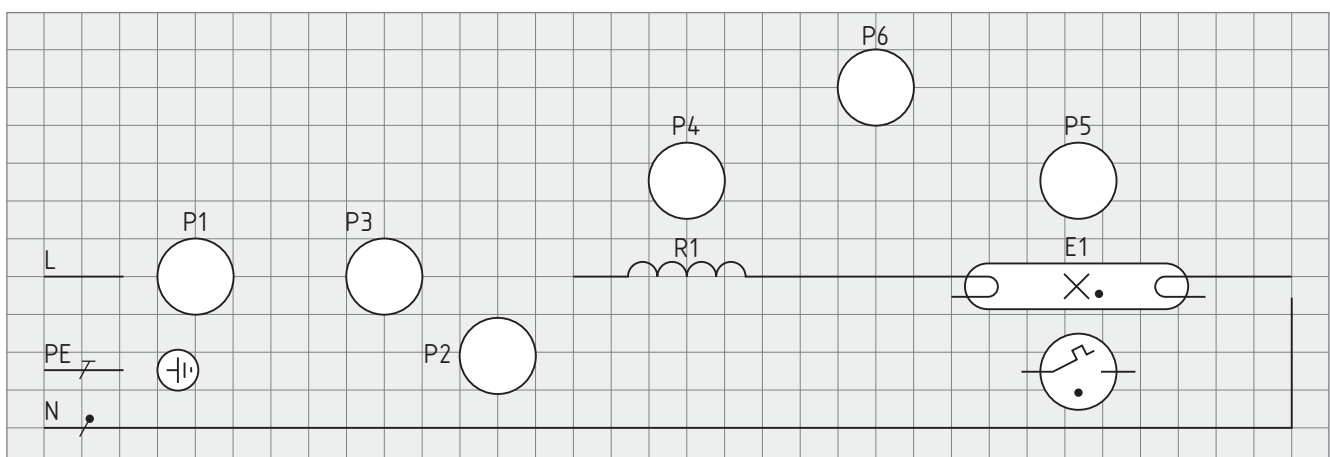

Bild 4: Schaltplan mit Messinstrumenten
1. a) Zeichnen Sie im Schaltplan der Leuchtstofflampen-Schaltung (ohne Kondensator) (**Bild 4**) einen Leistungsmesser ein, um die Wirkleistung P der Leuchte direkt messen zu können, sowie einen Spannungs- und einen Strommesser, um die Betriebsspannung U und den Strom I zu messen.
2. a) Ergänzen Sie den Schaltplan (**Bild 4**), um die Teilspannungen U_1 am Vorsichtgerät (R_1), U_2 an der Leuchtstofflampe (E_1), sowie U_3 über beide Bauelemente (R_1 und E_1) messen zu können.